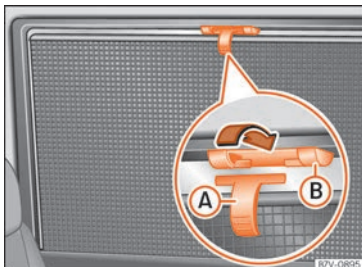

Fig. 147 Nella tendina posteriore destra: tendina.
- Tirare la tendina completamente verso l'alto mediante la maniglia sporgente » **fig. 147 A**.